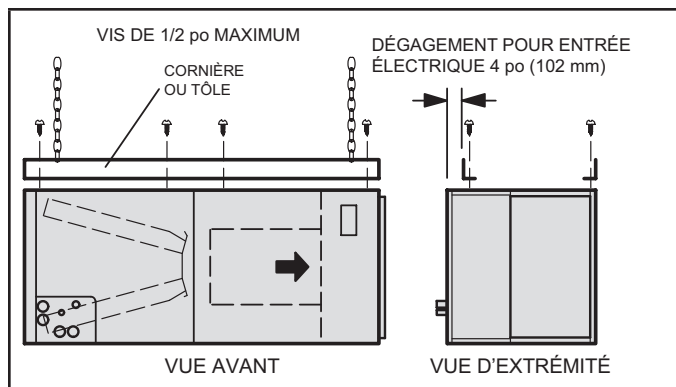

FIGURE 3. Suspension d'une unité horizontale
- 4 - Si l'unité est suspendue, elle doit être supportée sur toute sa longueur. Lorsqu'une chaîne ou une bande métallique est utilisée, fixez un morceau de cornière ou de tôle sur l'unité (au-dessus ou en dessous) de manière à ce que toute la longueur de l'unité soit supportée. Utilisez des vis de 1/2 po de long maximum de manière à ne pas endommager le serpentin ou le filtre comme illustré à la figure 3. Connectez les plénums d'alimentation et de retour d'air à l'aide de vis à tôle.
- 14 - Si l'unité est suspendue, elle doit être supportée sur toute sa longueur. Lorsqu'une chaîne ou une bande métallique est utilisée, fixer un morceau de cornière ou de tôle sur l'unité (au-dessus ou en dessous) de manière à ce que toute la longueur de l'unité soit supportée. Utilisez des vis de 1/2 po de long maximum de manière à ne pas endommager le serpentin ou le filtre comme illustré à la figure 3, page 5. Connectez les plénums d'alimentation et de retour d'air à l'aide de vis à tête.